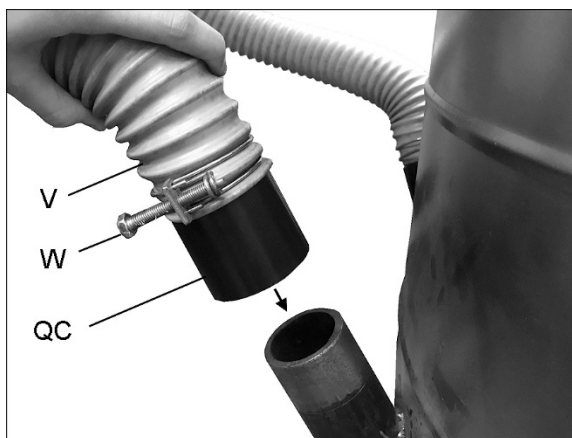

Рисунок 14
24. Подсоедините свободные концы шлангов (V) к быстроразъемным соединителям (QC) с помощью хомутов (W). См. Рисунок 14. Вставьте соединители в нижние отверстия барабана.